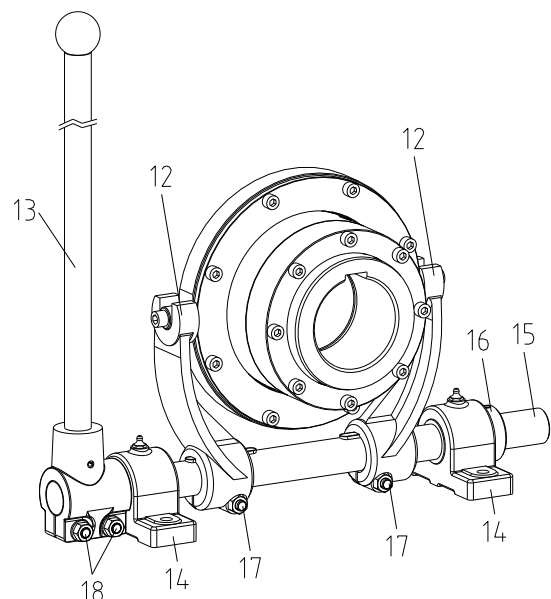

Fig 8: GEARex® SD avec levier
- Insérer le collier de manoeuvre (composant 5) dans les fourches (composant 12, Fig 8).
- Fixer axialement l'arbre de commande, les fourches et la bague d'arrêt (fig 8).